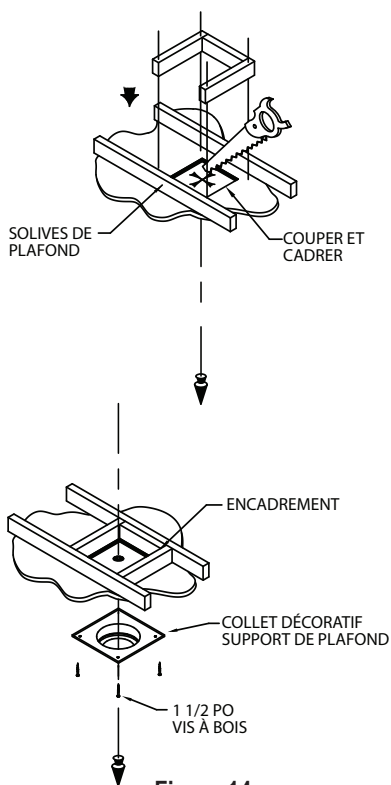

Figure 14
Étape 3. Pour installer le support rond de plafond/flasque de manchon d'emboîtement mural dans un plafond plat, se reporter au **Tableau 1, page 8** et découper un trou carré (sauf autre instruction du fabricant de l'appareil) centré sur le trou percé à l'étape 2. Armer le trou comme indiqué à la (**Fig. 14**).